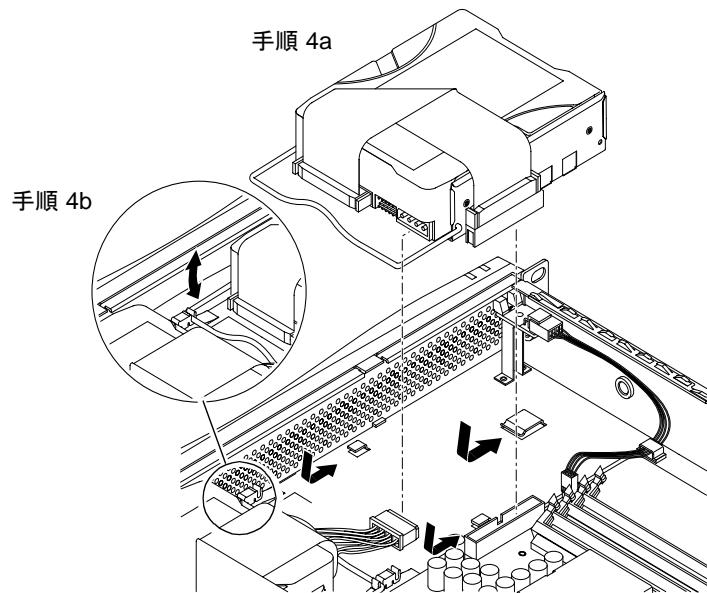

図 8-9 ハードディスクドライブの取り付け
4. 新しいハードディスク ドライブを挿入して、位置を合わせます（図 8-9 を参照）。